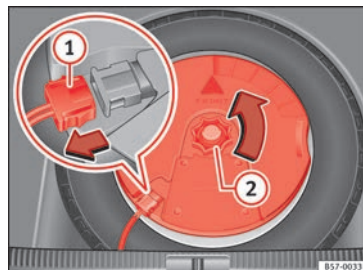

Fig. 231 En el maletero: desmontar el subwoofer.
- Desconecte el cable del altavoz *subwoofer* »» **fig. 231 ①**.
- Gire la ruedecilla de fijación en sentido contrario a las agujas del reloj »» **fig. 231 ②**.